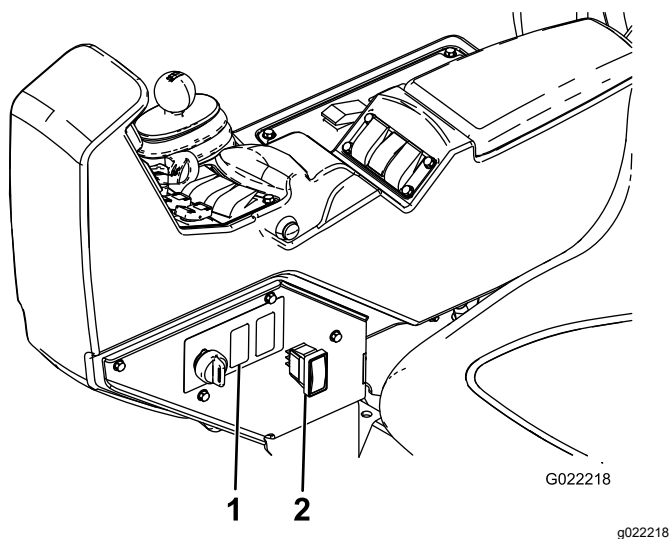

Figura 29
- Individuate il tappo in cui installare l'interruttore del serbatoio di lavaggio sul lato sinistro della consolle (**Figura 29**).
- Rimuovete il tappo dal lato della consolle (**Figura 29**).
- Attraverso l'apertura nella consolle, collegate il connettore a 8 pin dell'interruttore a bilanciere a 3 posizioni al connettore a 8 prese del serbatoio di lavaggio (**Figura 29**).